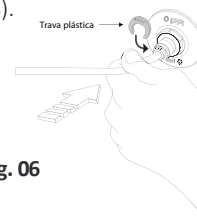

Fig. 06
- Conecte uma extremidade da mangueira na conexão niple (Fig.06).
- Certifique-se que a mangueira não fique dobrada e aplique as travas plásticas de segurança no niple e na entrada do produto (Fig. 06).